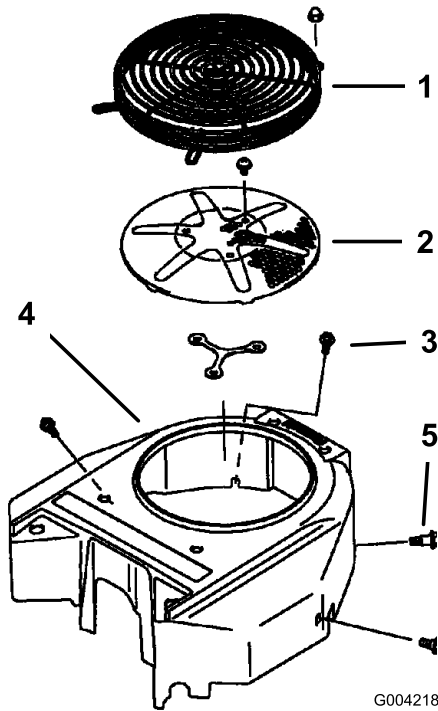

Figura 72
Antes de cada uso, retire cualquier acumulación de hierba, suciedad y otros residuos de la rejilla del motor. Esto ayudará a asegurar una refrigeración adecuada y una velocidad de motor correcta, y reducirá la posibilidad de sobrecalentamiento y daños mecánicos al motor (Figura 72).
3. Retire la rejilla de entrada de aire, el arrancador de retroceso y la carcasa del ventilador (Figura 72).
5. Instale la rejilla de entrada de aire, el arrancador de retroceso y la carcasa del ventilador (Figura 72).